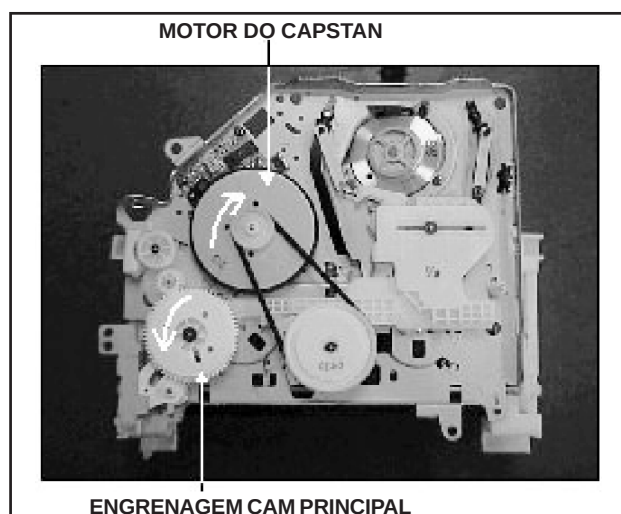

Fig. S9
- c) Gire a Engrenagem Cam Principal no sentido anti-horário (Fig. S9). Até um pouco antes do descarregamento ter sido completado.
- d) Gire o motor de capstan no sentido horário (Fig.S9) para remover a fita solta como mostra a figura.
- e) Gire a Engrenagem Cam novamente no sentido anti-horário (Fig. S9) até que toda a fita tenha sido removida (Fig.7).